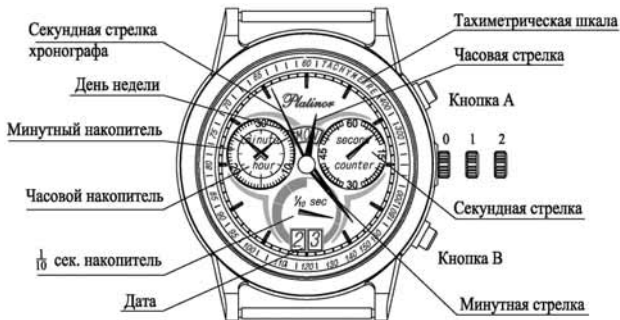

Рис. 5
- Выдвинуть заводную головку в положение 2 (здесь и далее – рис. 5).